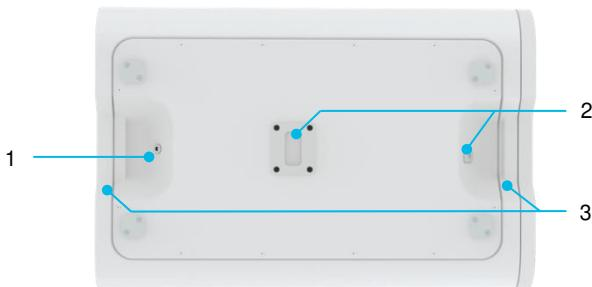

Figure 5 : Vue de dessous du dispositif Kidney Assist Transport
- Connectez le cordon d'alimentation externe au dispositif en soulevant légèrement ce dernier et en branchant la fiche d'alimentation dans le connecteur placé en bas du dispositif (figure 5, élément 1). REMARQUE : le dispositif ne charge pas les batteries lorsqu'il est connecté au secteur, les batteries doivent être chargées dans le chargeur séparé.